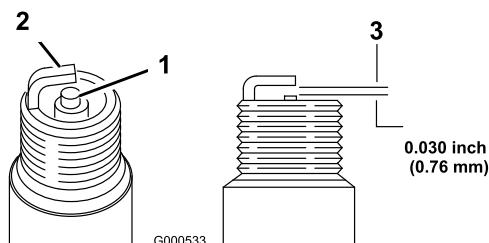

Figure 52
1. Examinez le centre des bougies (Figure 52).
2. Contrôlez l'écartement entre les électrodes centrale et latérale (Figure 52) et pliez l'électrode latérale si l'écartement est incorrect.